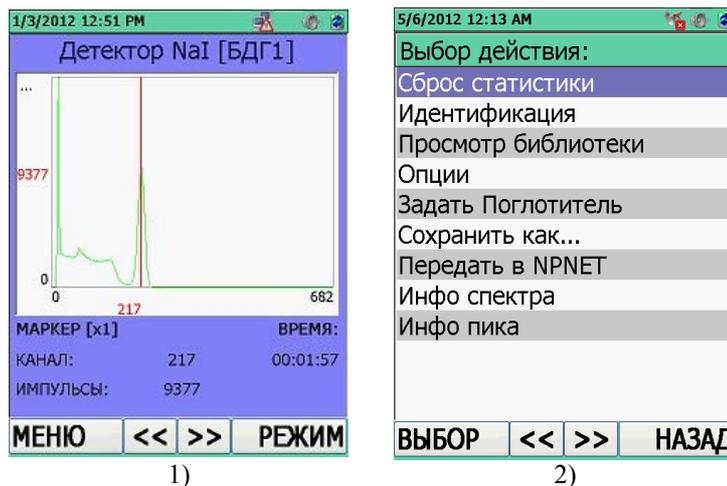

Рисунок 6.8
При снятии спектра на ЖКИ индицируется нарастающее изображение накапливаемого спектра и время, прошедшее с начала накопления спектра, рисунок 6.8 (1). Отображение спектра на ЖКИ обновляется каждые 10 с.
В режиме регистрации сцинтилляционного спектра осуществляется, рисунок 6.8 (2):